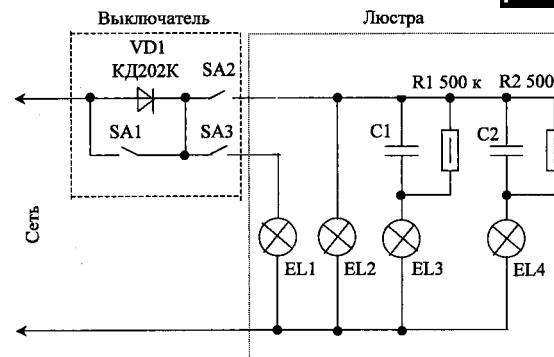

рис. 7
**Конструкция.** Конденсаторы и резисторы размещают в декоративном стакане люстры у потолка. Если люстра трехрожковая, то лампу EL4 с конденсатором и резистором из приведенной схемы надо исключить. При пятирожковой люстре пятью лампу подключают параллельно лампе EL2. Контактная группа SA1 устройства управляется левой клавишей выключателя, а контактные группы SA2 и SA3 соответственно средней и правой клавишами. При включении люстры первоначально нажимают клавиши SA3 или SA2 (правая или средняя клавиша), при этом лампы светят вполнакала. Включая SA3 и SA1, к лампе EL1 подводится полная мощность, и она светит в полный накал. Нажатием клавиш SA2 и SA1 зажигают лампы EL2, EL3, EL4, причем лампа EL2 работает с полным накалом, а лампы EL3 и EL4 - с небольшим недокалом. При включении лампа EL2 защищается диодом, а лампы EL3 и EL4 - конденсаторами. И наконец, нажатие клавишей выключателя в порядке SA3, SA2, SA1 приводит к включению всех ламп люстры с защитой их при включении. Включать люстру всегда следует с первой ступени регулирования. Отказавшись от одной ступени регулирования, можно упростить устройство, исключив из него конденсаторы и резисторы (рис.7). В четырех-